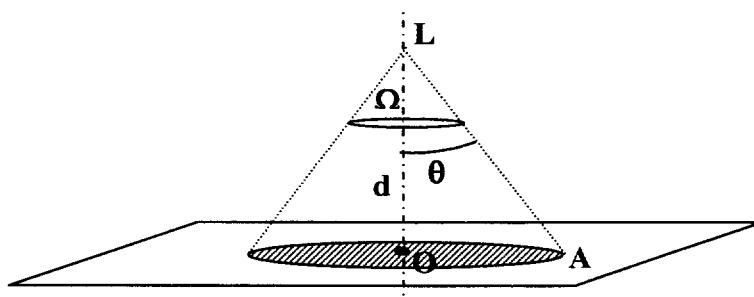

Figure 1
Une lampe, supposée quasi ponctuelle, située au point L, est représentée sur la figure 1. Sa puissance électrique est de 40 W. Elle est munie d'un réflecteur qui permet d'éclairer un plan (P) situé à une distance  $OL = d = 1,50 \text{ m}$ . L'efficacité lumineuse du système est  $k = 25 \text{ lm.W}^{-1}$ . La lampe émet uniformément, dans toutes les directions, à l'intérieur d'un faisceau conique de sommet L, d'axe de révolution (OL) et de demi angle au sommet  $\theta = 45^\circ$ . Le faisceau occupe alors l'angle solide  $\Omega = 2\pi(1 - \cos\theta)$ .